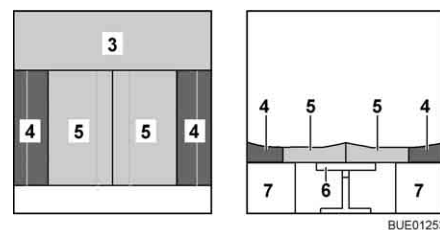

Bild 94 Efter ombyggnaden
- Lägg ryggdynorna (Bild 94,4) vid ytterväggen. Beakta kilformen.
- Sätt in de båda sittdynorna (Bild 94,5) mellan ryggdynorna. Beakta kilformen.